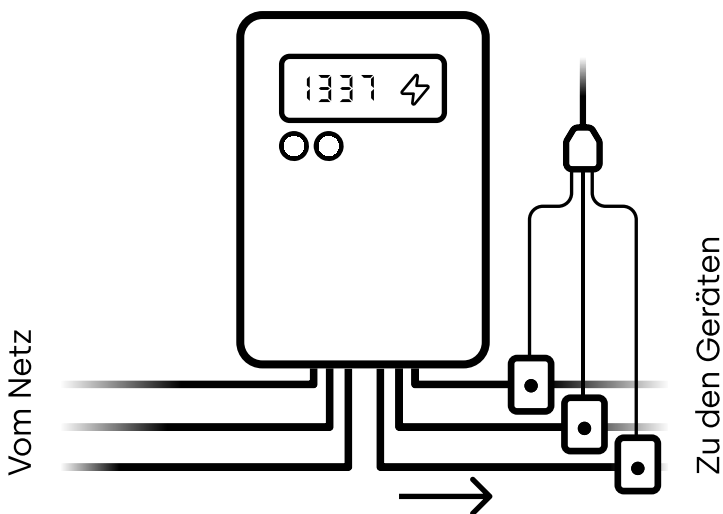

Fig 1. Anschlussplan für 3-phasiges System
5. Bei einem 1-phasigen System befestige die mit L1 gekennzeichnete Klemme am Kabel und lass L2 und L3 unangeschlossen. Bei einem 3-Phasensystem befestigt du die Klemmen L1, L2 und L3 jeweils an den entsprechenden Kabeln. Siehe Abbildung 1 und 2.